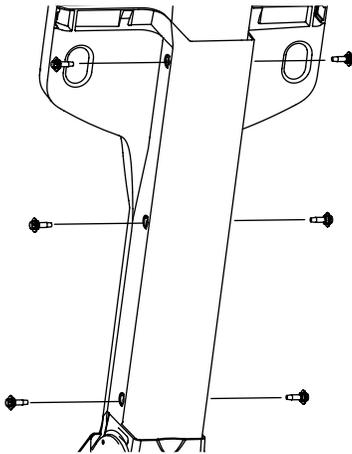

Figura 2-6
- Asegure la consola en su lugar con los seis tornillos con reborde. Consulte la Figura 2-6. Ajuste los tornillos con reborde a 60 in/lb (+/- 20 %).